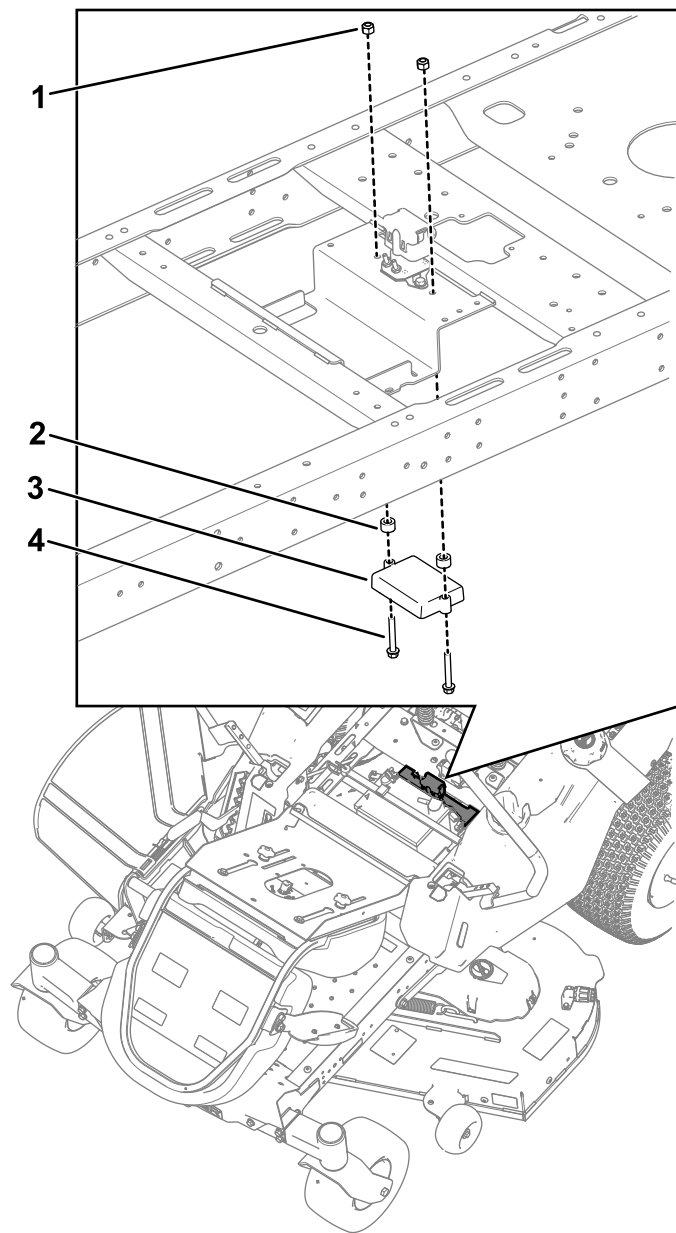

Figure 3
2. Montez le module capteur sous le support de la batterie à l'aide de 2 boulons, 2 entretoises et 2 écrous (Figure 3).